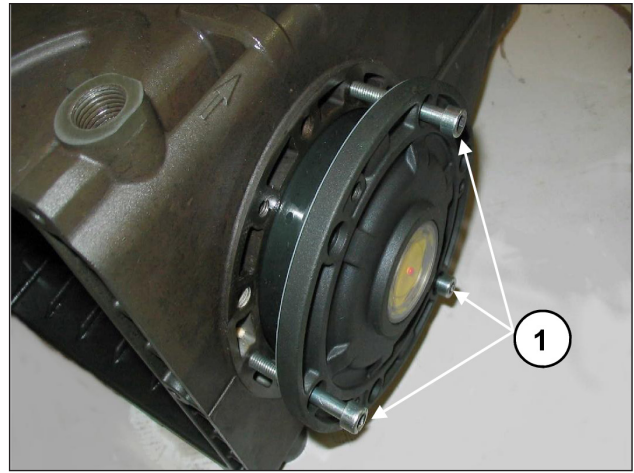

Fig. 8
Para facilitar la introducción del primer tramo y de la correspondiente introducción de las tapas sobre el cárter, se recomienda utilizar N° 3 tornillos M6 x 40 parcialmente roscados, (Fig. 8, pos. ①) para después completar la operación con los tornillos incluidos en la dotación (M6x16).
Para acercar las dos tapas laterales al cárter se pueden utilizar N°3 tornillos M6x40 para una primera fase de orientación como se indica anteriormente (Fig. 8), y los tornillos previstos para la fijación final.